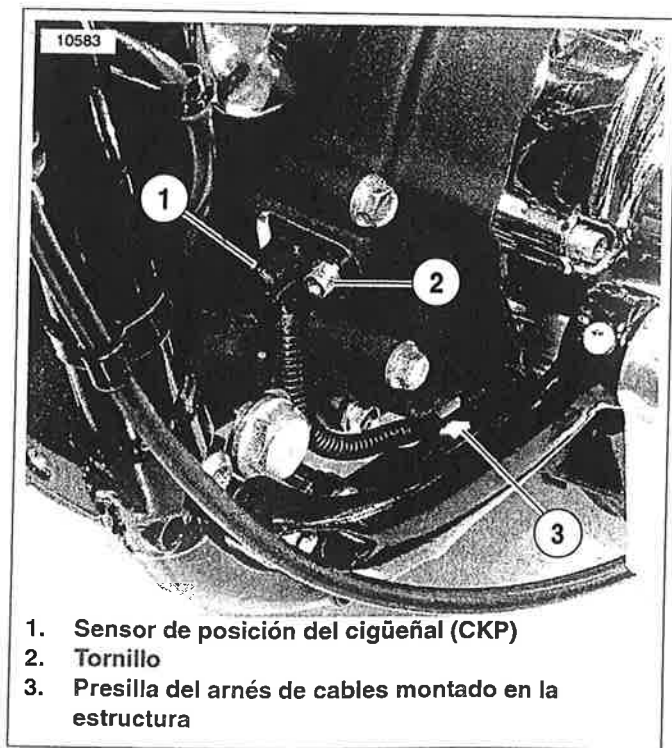

Figura 7-82. Sensor de posición del cigüeñal (CKP)
3. Vea la Figura 7-82. Quite el arnés de cables del CKP de las dos presillas montadas en la estructura (3).
4. Quite el tornillo (2). Cuidadosamente extraiga el sensor CKP (1) y el o-ring del cárter del motor.
1. Vea la Figura 7-82. Instale con cuidado el sensor CKP (1) y el o-ring en el cárter del motor con el tornillo (2). Apriete a 9,0-11,3 N·m (80-100 lb-pulg.).
3. Asegure el arnés en las presillas montadas en la estructura (3).